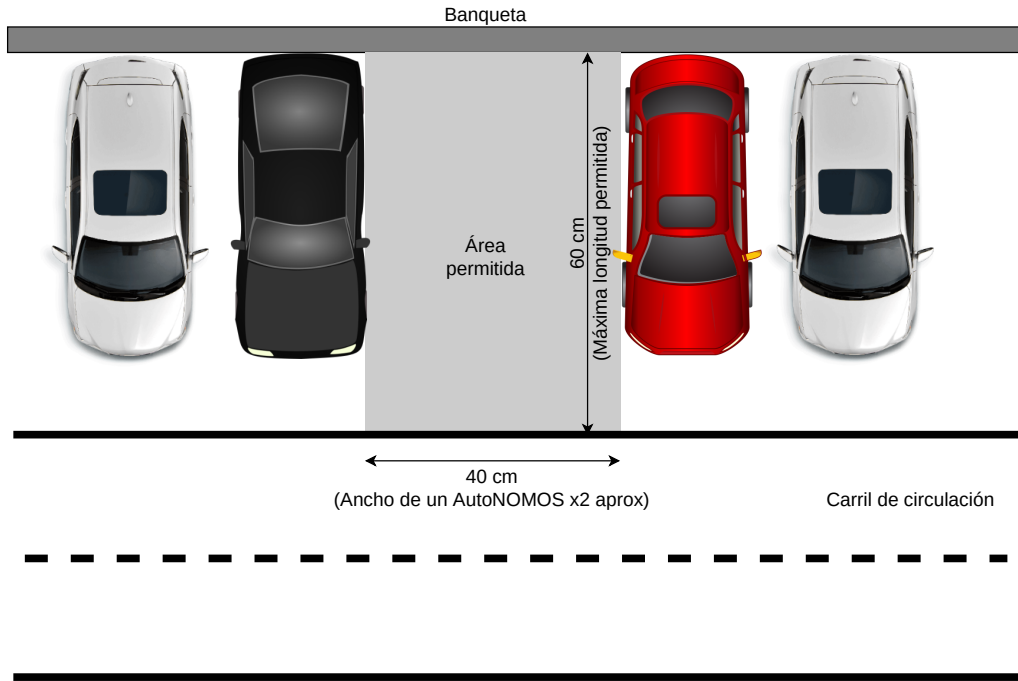

Figura 3: Zona de estacionamiento
Asimismo, habrá una zona en la pista para las pruebas de estacionamiento **en batería**, como se ilustra en la figura 3. La banqueta será delimitada por “paredes” con altura suficiente para que pueda ser detectada por los sensores del robot. El espacio para estacionarse estará delimitado por otros vehículos y no solo por paredes. Para este fin, se utilizarán los vehículos de otros equipos.
4. **Estacionamiento Autónomo.** Consiste en hacer que el vehículo pueda estacionarse en la zona designada (ver figura 3). Se arrancará el vehículo a un metro de distancia, aproximadamente, del espacio para estacionarse. Esta posición inicial estará sobre el carril de circulación. La posición y orientación inicial tendrán una ligera variación aleatoria para todos los equipos. El vehículo podrá utilizar todo el espacio y maniobras necesarias para estacionarse.
- En la prueba sobre estacionamiento autónomo, se ordenará a los equipos de acuerdo al tiempo final requerido para concluir exitosamente la prueba, luego de aplicar sanciones a aquellos autos que colisionen contra algún obstáculo (ver sección 6.2). Quien no logra estacionarse recibirá puntuación nula. Se considerará como exitosa la prueba si el vehículo queda estacionado dentro del espacio identificado en la Figura 3 como “Área permitida”.